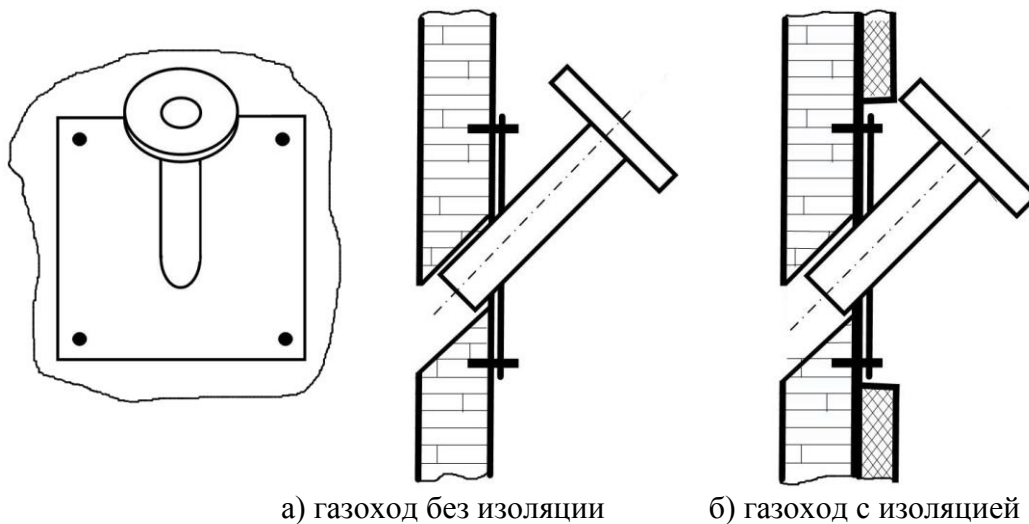

Рисунок 10 - Предварительное крепление фланцев с патрубком.
- выполнить приблизительную центровку и прихватить саморезами крепежную пластину (см. рисунок 10).